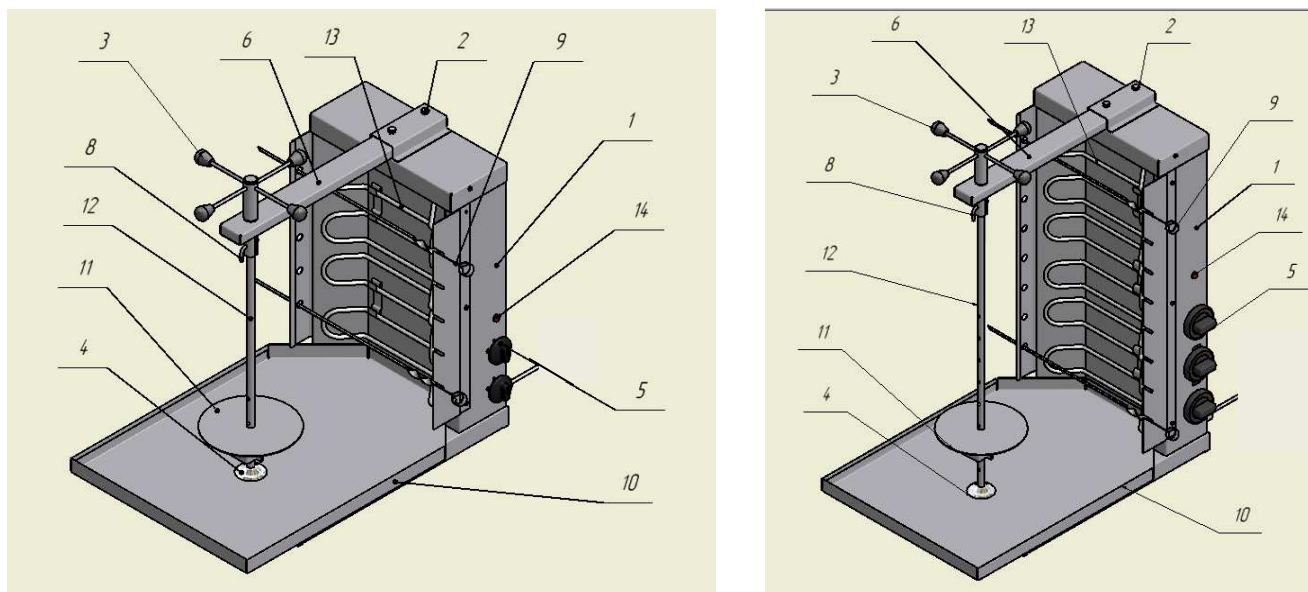

Рисунок 1
5.1. Основные части изделия указаны на рис.1 и перечислены в таблице 1.
- 8.1. Готовое для жарки мясное филе нанизывают на шампур (12) см. рис.1, на котором предварительно установлена упорная шайба (11). Нанизывать мясные пластины необходимо таким образом, чтобы получить по возможности цилиндрическую форму.